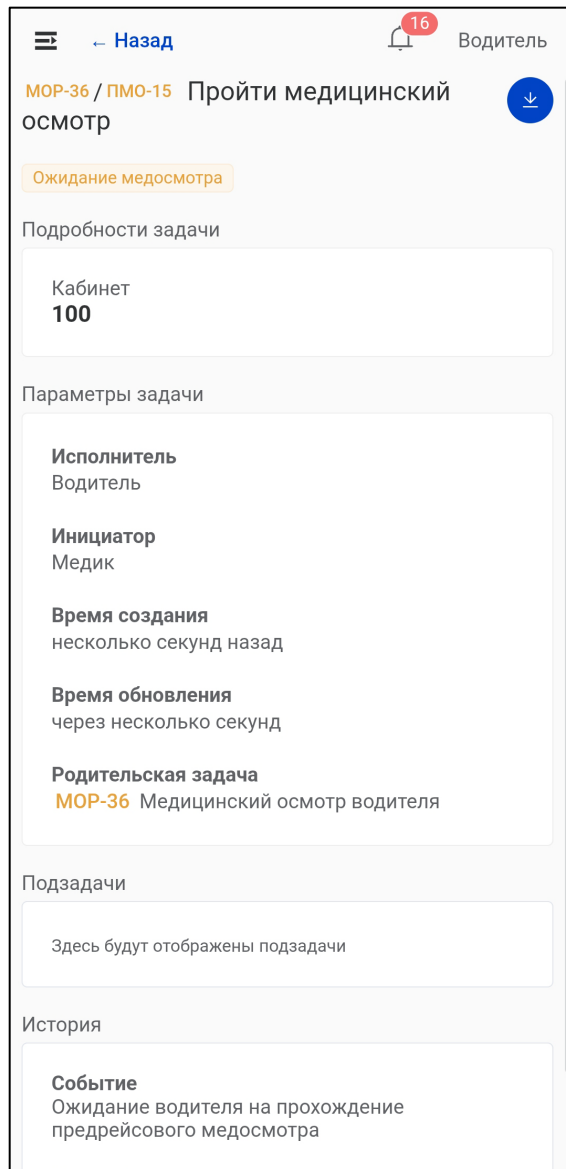

Рисунок 24 – Задача в статусе «Ожидание медосмотра»
3) Задача перейдет в статус «Ожидание медосмотра» (Рисунок 24).